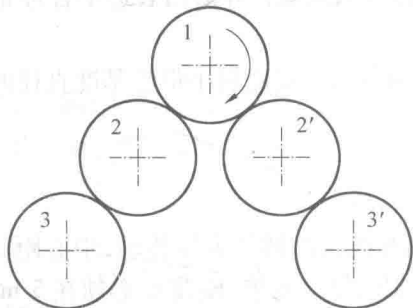

图 2
2. 如图 2 所示轮系中 5 个齿轮的材料和参数都相同，齿轮 1 为主动轮。试分析哪个齿轮的接触强度最差？哪个齿轮的抗弯强度最差？并说明原因。